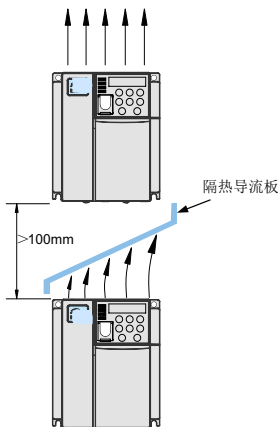

图 3-2 MD310 变频器上下安装示意图
- 2) 请向上垂直安装变频器，便于热量向上散发。若柜内有多台变频器时，请并排安装。在需上下安装场合，请参考“图 3-2 MD310 变频器上下安装示意图”，安装隔热导流板。